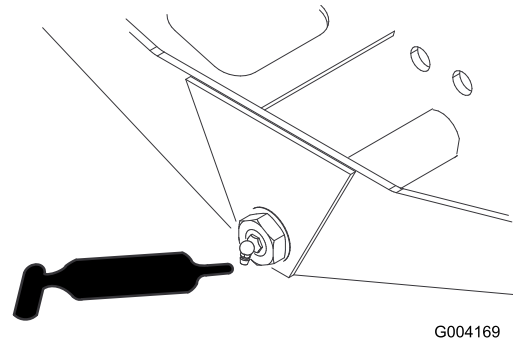

Рисунок 47
- Ось поворота моста (1 шт.) (Рисунок 47)